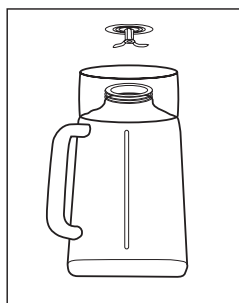

FIGURA 2
3. Coloque la cuchilla dentro del vaso. (Figura 2)